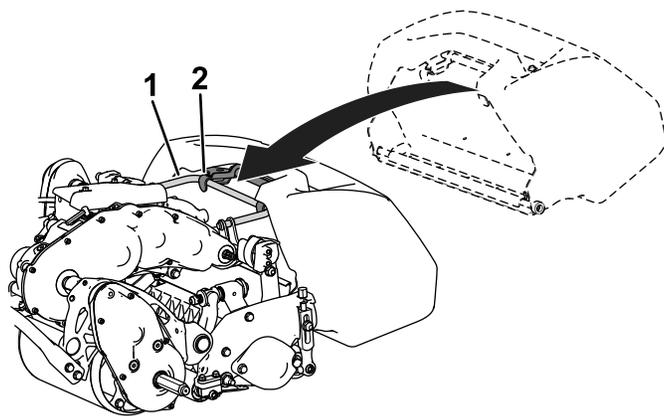

図 4
2. バスケットのリップ部をカッピングユニットの左右のサイドプレートの中央部に合わせて前ローラの上にセットする 図 4。
3. フレームループの上からバスケットを取り付ける 図 4。